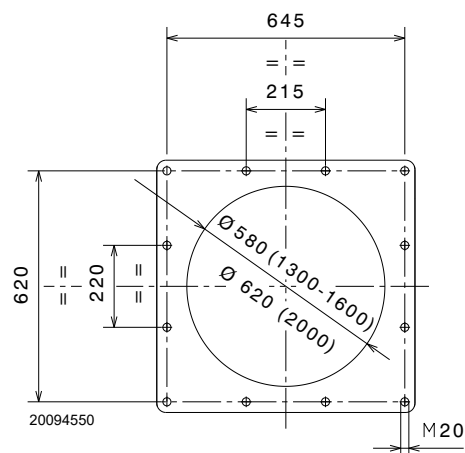

Abb. 13
Die Verschlussplatte der Brennkammer, wie in Abb. 13 durchbohren.
- Passen Sie den gesamten Brenner an der vorher vorbereiteten Kesselbohrung ein, wie aus Abb. 13 ersichtlich, und ziehen Sie die beige packten Schrauben (mit einem Anzugsmoment von $250 \div 300$ Nm) fest.